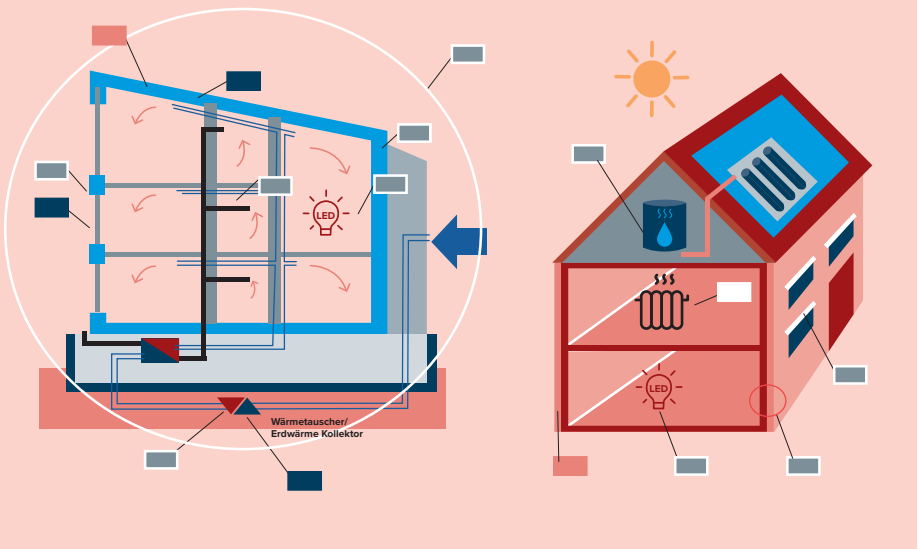

Abbildung 4
- ▶ In Abbildung 4 seht ihr einen Neubau und einen Altbau mit symbolischer Darstellung von einzelnen Baumaßnahmen. Diese sind mit Fähnchen in den Farben aus Abbildung 3 gekennzeichnet. Tragt die zu den architektonischen Konzepten und Bautechniken zugehörige Nummerierung in die Fähnchen ein. Beachtet, dass einige Maßnahmen sowohl im Alt- als auch im Neubau eingesetzt werden.